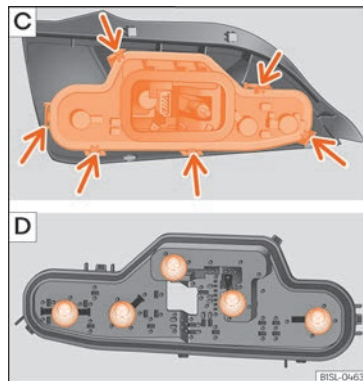

Fig. 53 Groupe optique arrière : démonter le porte-ampoules
- Libérez le porte-ampoules dans les brides de fixation (flèche) » » fig. 53 [C] et retirez le porte-ampoules du feu arrière.
- Remplacez l'ampoule défectueuse par une autre neuve identique » » fig. 53 [D].
- Placez le porte-ampoule dans le groupe optique arrière. Les languettes de fixation doivent s'emboîter de manière audible » » fig. 53 [C].